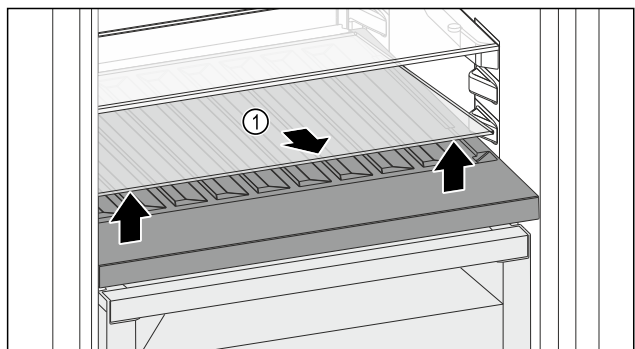

Fig. 221
- ▶ Podignite staklenu ploču Fig. 221 (1) na otvoru sprijeda i izvadite je.
- ▶ Čuvajte staklenu ploču Fig. 221 (1) na sigurnom izvan uređaja.
- ▶ Uložite staklenu ploču (2) ispod promjenjive police za boce.